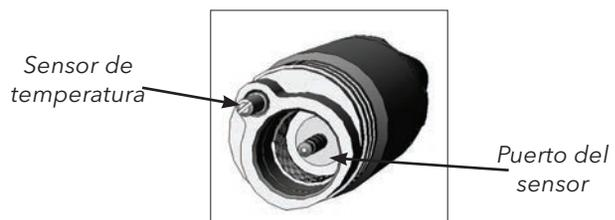

Figura 3.
“Cabezal” hace referencia al extremo del sensor que se encuentra al final del conjunto de sondas/cables donde se instala el electrodo selectivo de iones (ISE, ya sea pH u ORP) (figura 3). El sensor de temperatura está ubicado junto al puerto de los sensores en el cabezal y no puede ser reemplazado.
1. Ubique el puerto del sensor en el cable 60510, vea la figura 3.